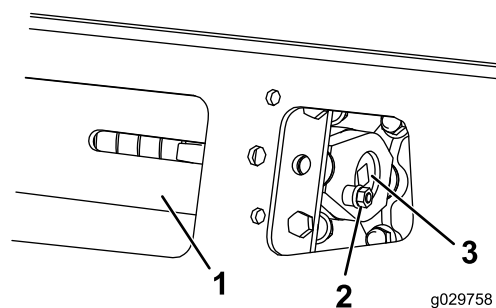

Рисунок 53
3. Отвинтите зажимной болт и гайку (Рисунок 53).
5. Совместите ближайшую выемку в натяжном винте с отверстием в зажимном болте и закрепите винт при помощи зажимного болта и гайки (Рисунок 53).
3. Используя сменную головку размером 1/2 дюйма, ослабьте натяжение привода, вращая натяжной винт по часовой стрелке (Рисунок 53 и Рисунок 54).